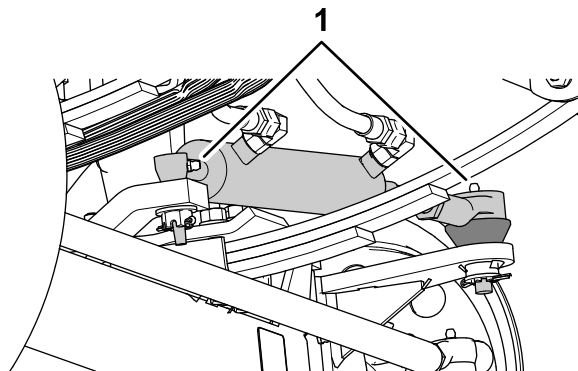
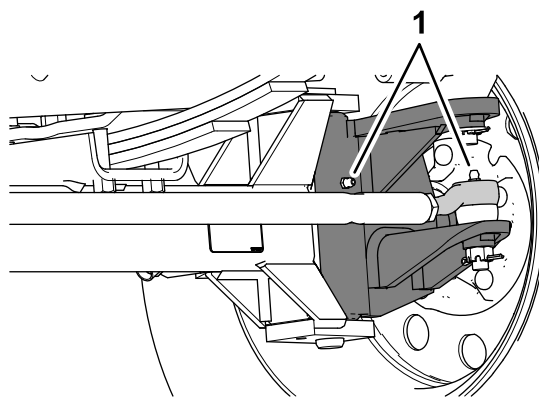

Figure 68
Figure 69
1. Essuyez les graisseurs (Figure 68 et Figure 69).
2. Injectez de la graisse dans les graisseurs (Figure 68 et Figure 69).
Remarque: Les emplacements des graisseurs sont illustrés à la Figure 68.